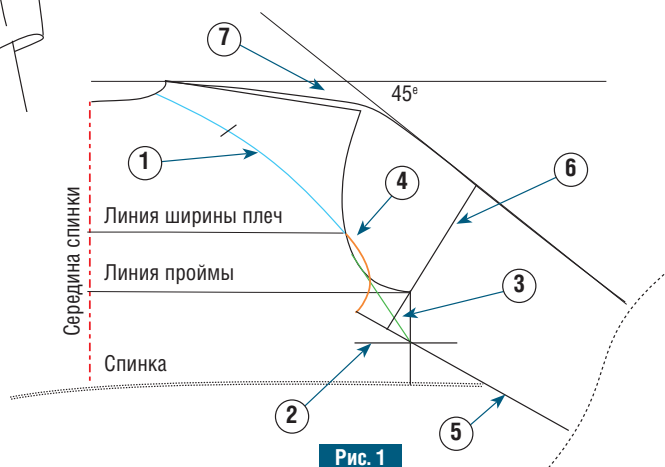

Рис. 1
① На выкройке верхней части спинки нарисуйте линию разреза, которая обозначает соединительный шов спинки с удлиненной головкой рукава реглан. Обычно эта линия начинается от проймы на уровне ширины плеч и заканчивается на горловине, примерно на 1/3 ее длины. Это значит, что нужно измерить длину горловины спинки и разделить эту мерку на 3, после чего отложить полученную цифру на горловине спинки начиная от линии плеча. Затем начертите слегка изогнутую кривую, соединяющую между собой метки на пройме и на горловине (голубая линия на рис. 1).
② На боковой линии спинки отложите 7–8 см от проймы и отметьте эту точку короткой горизонталью.
③ От этой точки проведите касательную по отношению к кривой проймы (зеленая линия на рис. 1).
- ④ Зеркально отразите нижнюю часть проймы (начиная от линии ширины плеч), продолжая линию разреза, отделяющую рукав от спинки, и выровняв по ней (оранжевая линия на рис. 1).
- ⑤ От конца новой кривой проймы начертите прямую линию, которая должна пройти через точку, отложенную на боковой линии на этапе 2. Это линия нижнего края рукава, определяющая его ширину.
- ⑥ Через точку пересечения линии проймы и боковой линии начертите перпендикуляр к нижнему краю рукава. Его длина должна быть равна половине ширины рукава и обязательно включать в себя прибавку на свободное облегание, добавленную к стандартной или индивидуальной мерке.
- ⑦ Под углом примерно 45° к верхней горизонтали начертите прямую, проходящую через откорректированную точку ширины рукава, обозначенную на предыдущем этапе. С учетом наклона линии середины рукава откорректируйте линию плеча так, чтобы кривая на уровне округлости плеча была минимальной.